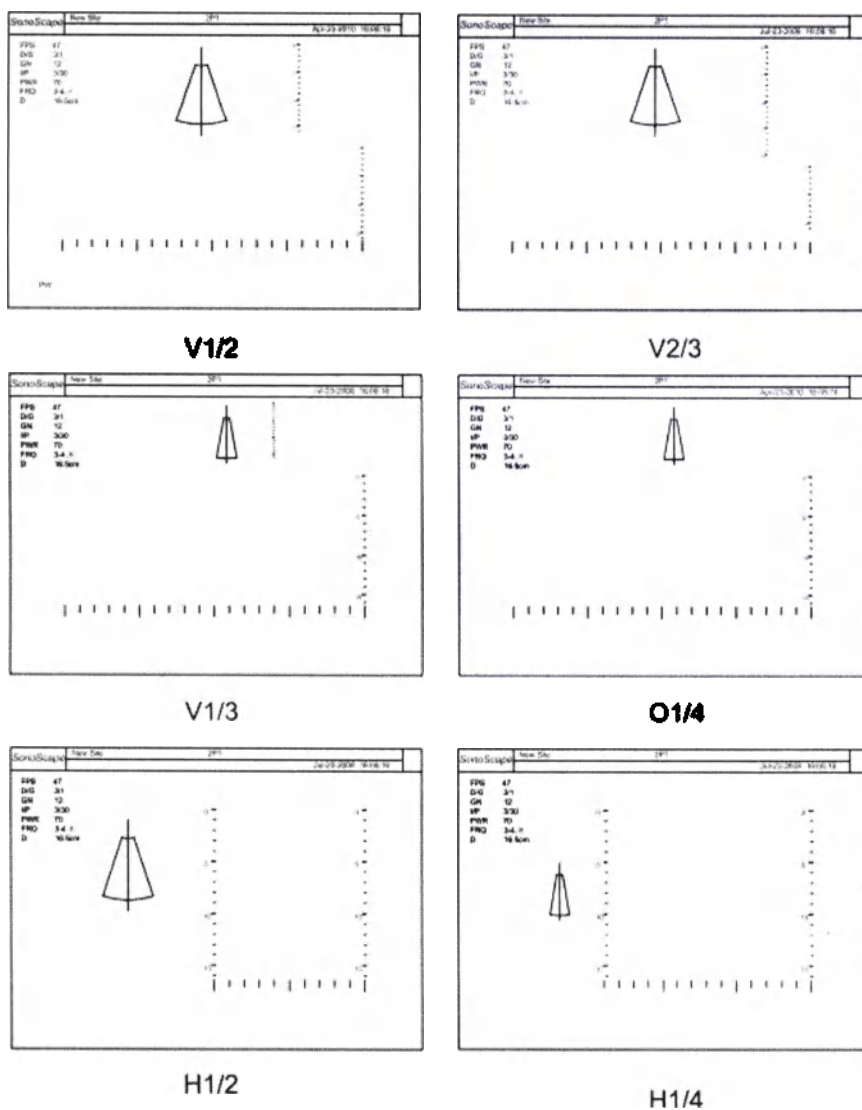

Рисунок 9-2: Формат дисплея
1. Нажать левый или правый край сенсорной клавиши  для изменения формата двухмерного изображения и трассировки М на экране. Имеется возможность выбора одного из шести форматов дисплея: V1/2, V1/3, V2/3, H1/2, H1/4 и O1/4. Примеры форматов приведены на Рисунок 9-2.